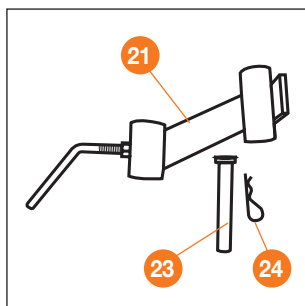

Рис. 9
- Поверните регулировочную гайку (См. рис. 9) по часовой стрелке для натяжения или против часовой стрелки для ослабления.
(Рис. 9)